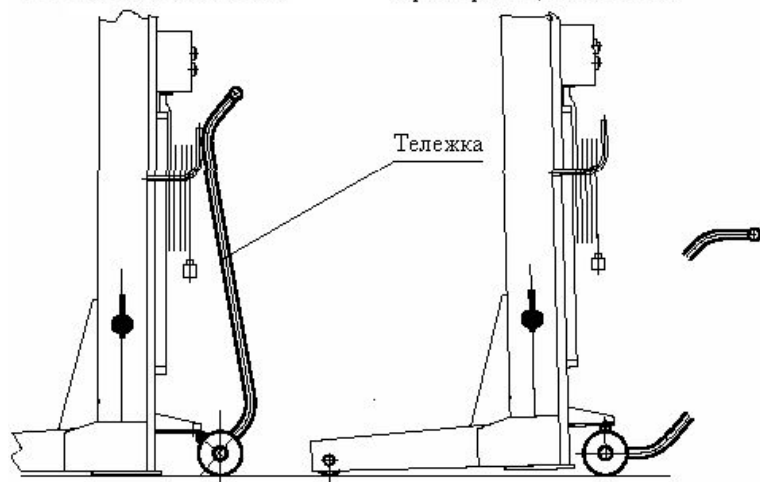

Рис. 5. Перемещение стойки при помощи тележки
7.2.1. При помощи тележки подкатить каждую стойку подъемника подхваты под колеса автомобиля. Для перемещения стойки подкатить тележку к стойке и, зацепив ее, приподнять (см.Рис.5). Убрать тележку.